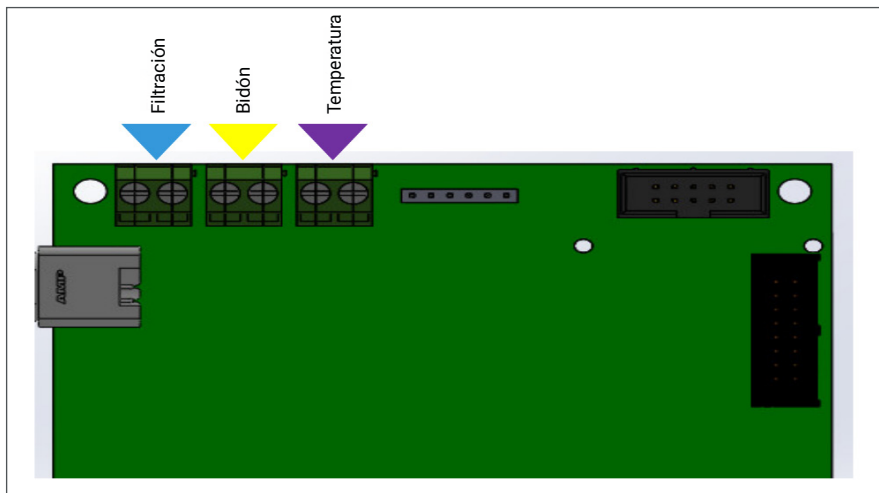

Imagen 2
- La Imagen 2 (ver más abajo) muestra cómo realizar la conexión a la placa: